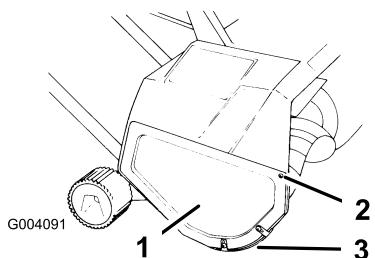

Figura 13
- Togliete le tre viti che fissano il carter destro e il pattino al telaio dello spazzaneve (Figura 13).